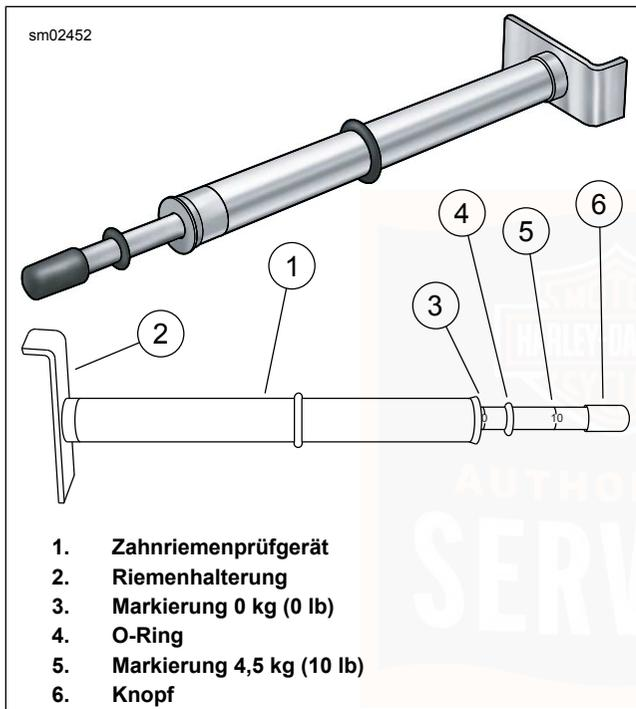

Abbildung 51. Zahnriemenprüfgerät
- a. Die Schrauben (1) und den unteren Riemenschutz (2) entfernen.
3. Siehe Abbildung 51. Messung der Riemendurchbiegung mit: